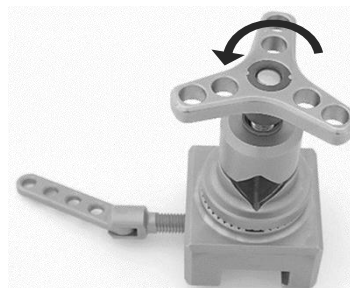

Fig. 16
Le figure 16 e 17 sono solo a titolo esemplificativo e non corrispondono al morsetto di fissaggio per tavolo operatorio EEK-1F/1S, poiché l'area di serraggio del morsetto di fissaggio per tavolo operatorio illustrato è a forma di rombo anziché rotonda.
Ruotare la manopola a stella (1) in senso antiorario fino a quando è possibile rimuoverla (fig. 16).